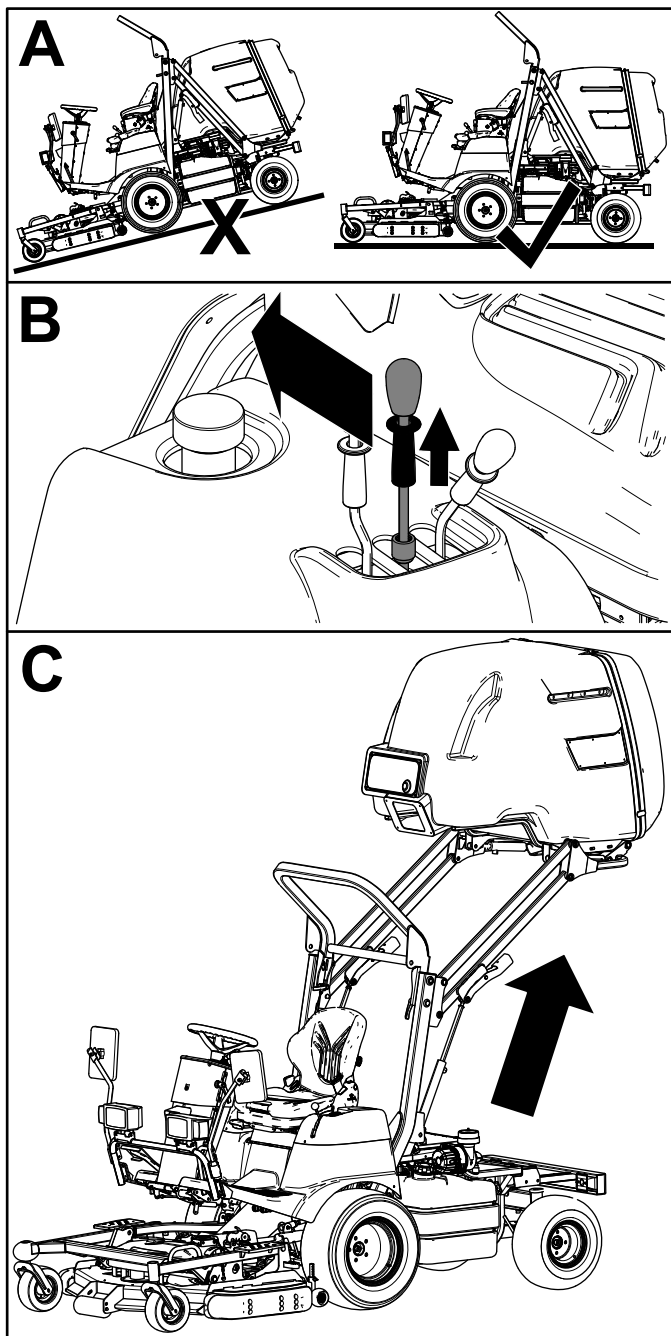

Figura 23
2. Trageți în sus inelul de blocare a manetei de ridicare a buncărului i deplasați maneta în spate pentru a ridica buncărul (Figura 23).